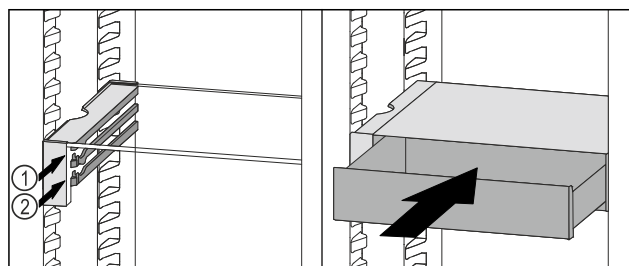

Fig. 108
- ▶ Așezați sertarul VarioSafe în spatele opritoarelor pe nervura dorită Fig. 108 (1) sau Fig. 108 (2).